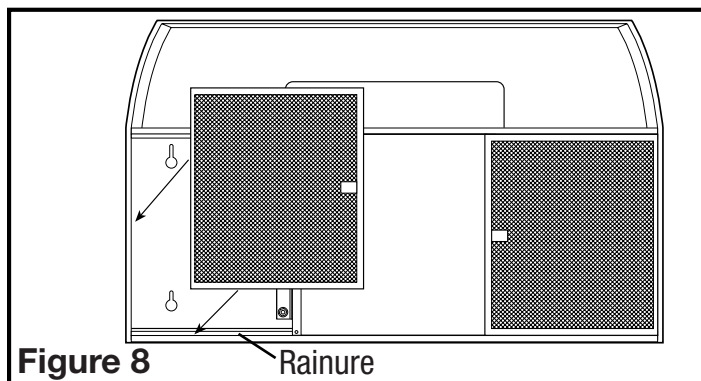

Figure 8
2. Réinstallez les filtres en les glissant dans les rainures, de chaque côté de la hotte, et en les poussant vers le haut jusqu'à ce qu'ils soient bien en place (Figure 8).